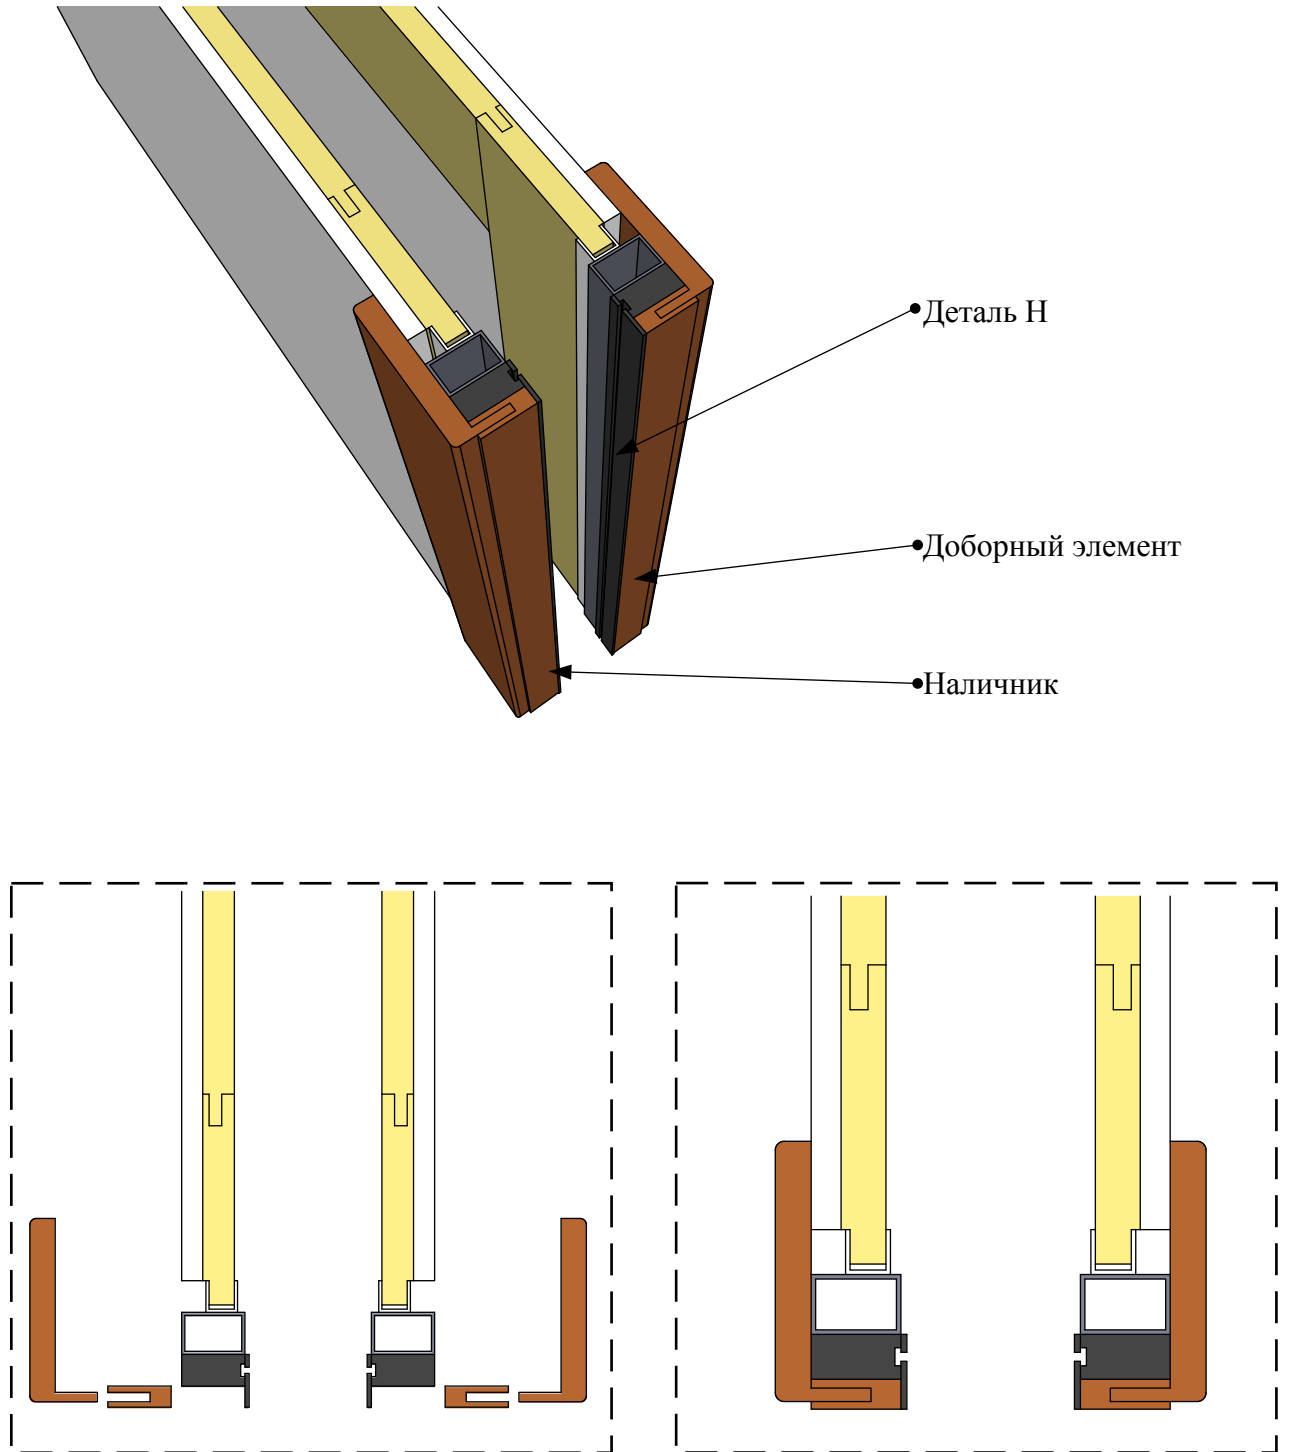

Рисунок 25
3. Толщина доборного элемента равна высоте упора детали Н (Рис. 25).